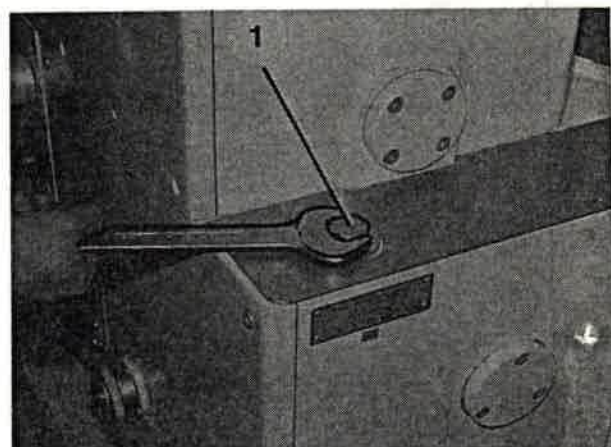

Bild 134
3. Öleinfüllschraube (Bild 134/1) herausschrauben und 55 Liter Spülöl in die Maschine einfüllen (Schmierstoff siehe Abschnitt 1.2).
7. Einfüllschraube (Bild 134/1) wieder einschrauben.